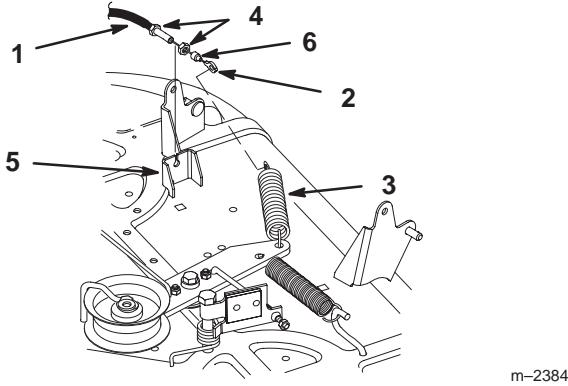

Figure 38
- 10.** Décrochez du ressort de galet tendeur l'anneau à l'extrémité du câble de commande de lame (PdF) (Fig. 38).
- 12.** Glissez le câble hors du support (Fig. 38).